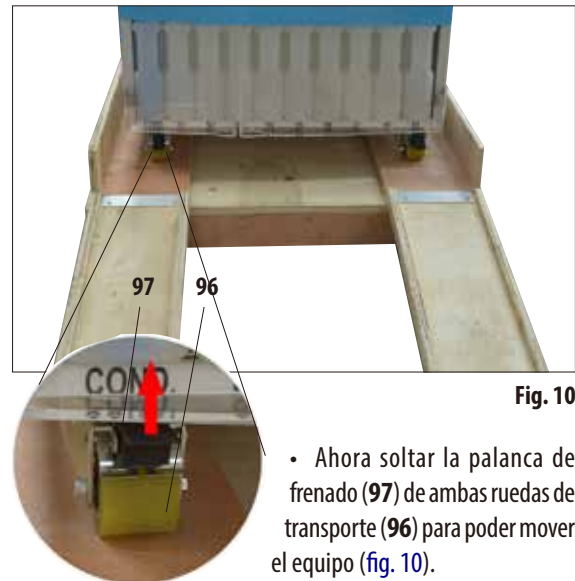

Fig. 10
- Ahora soltar la palanca de frenado (97) de ambas ruedas de transporte (96) para poder mover el equipo (fig. 10).
Para ello, volver a presionar la palanca (97) (detalle en la fig. 10) hacia abajo.